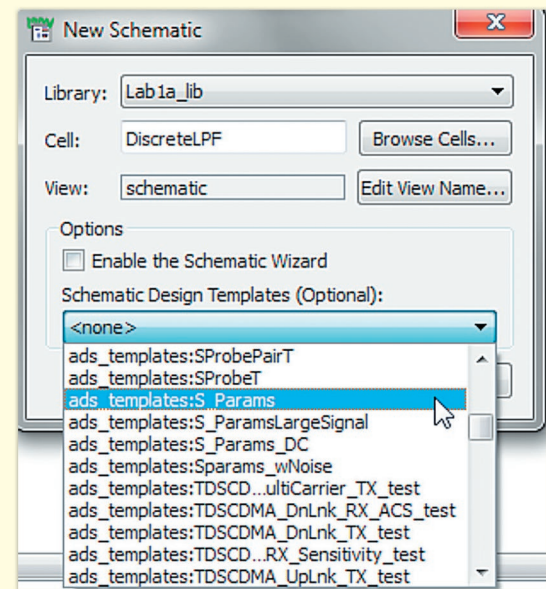

Рис. 6
- Введіть бажане ім'я комірки (наприклад, Discrete LPF (ФНЧ на дискретних елементах)) і виберіть шаблон проектування схеми **ads\_templates:S\_Params** (для симуляції S-параметрів). Вибір шаблону не є обов'язковим, але його наявність корисна, оскільки він економить зусилля з налаштування проекту для симуляції. Натисніть **OK** (рис. 6).